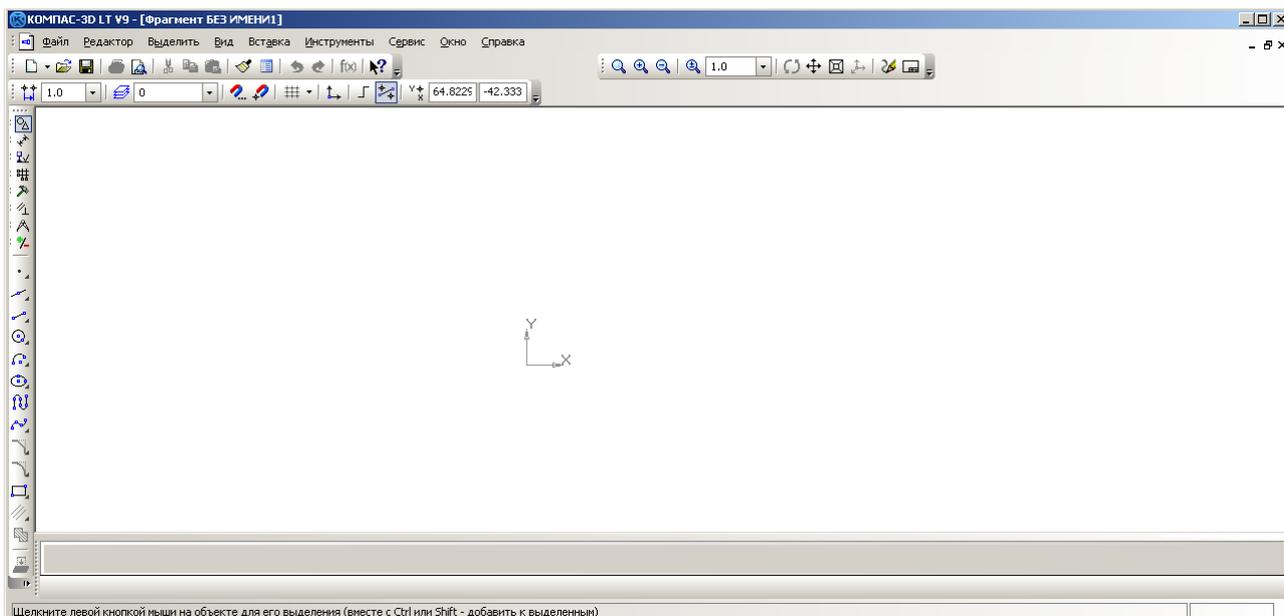

Рис. 1.10.
2.4. Выполните команду **Сервис⇒**Профили**** (рис. 1.7 *а*) и выберите в открывающемся списке профиль **default_lt**. Нажмите кнопку **Применить**, затем – кнопку **Выход**. Экран примет первоначальный вид (рис. 1.10).